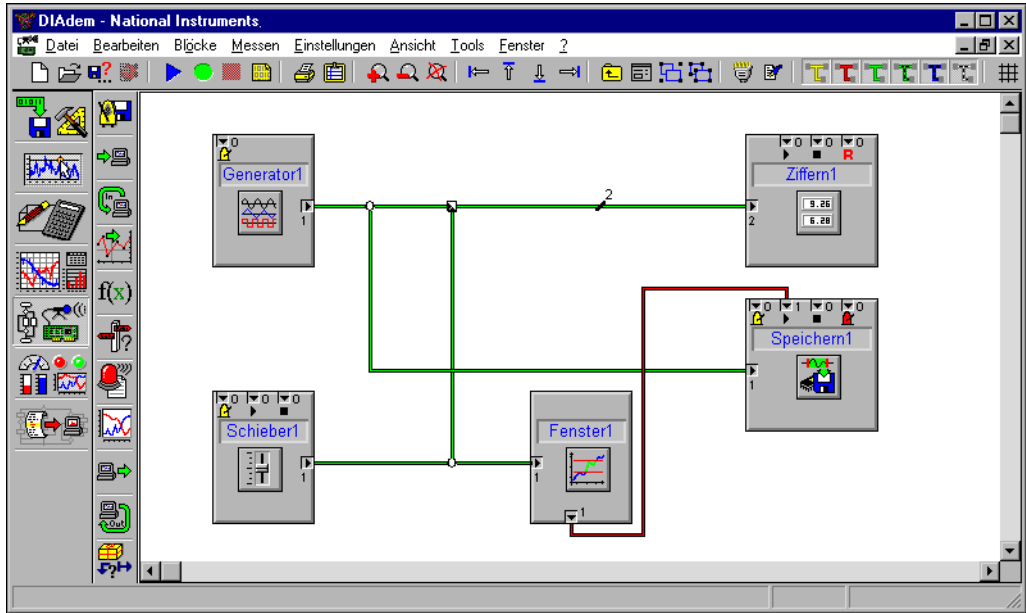

Abbildung 7-6. Der Schaltplan ist um eine Fensterbedingung erweitert worden.
10. Nun legen Sie eine Steuerleitung, die das Datenspeichern auslösen soll. Verbinden Sie dazu den **Ausgang** an der unteren Kante der **Fensterbedingung** mit dem zweiten Eingang an der Oberkante des Speichernblockes. Dieser Eingang weist ein kleines schwarzes Dreieck für *Start* auf, wie in Abbildung 7-6 zu sehen ist.